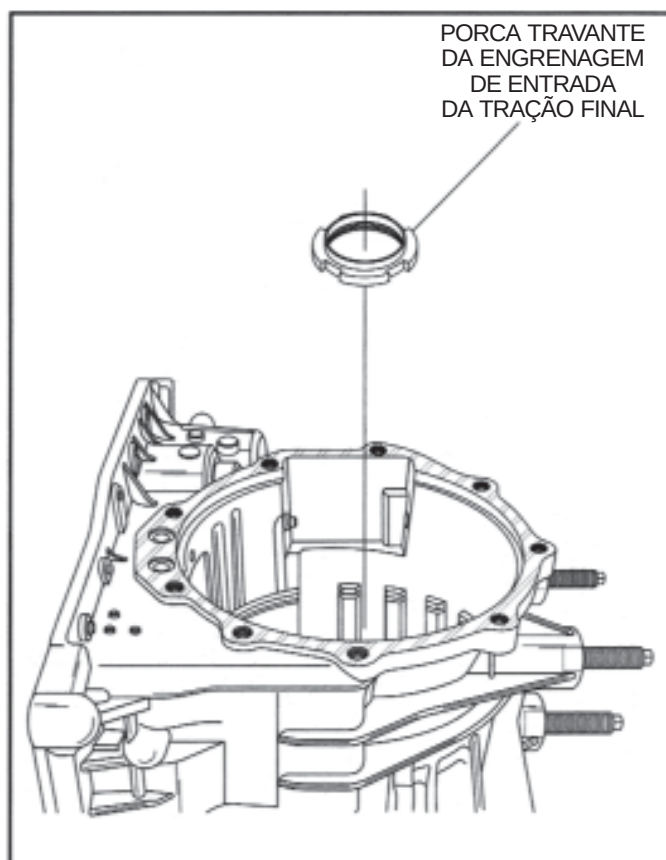

Figura 112
7. Remova as ferramentas especiais e a porca de retenção da engrenagem de entrada da tração final, conforme ilustrado na Figura 112.